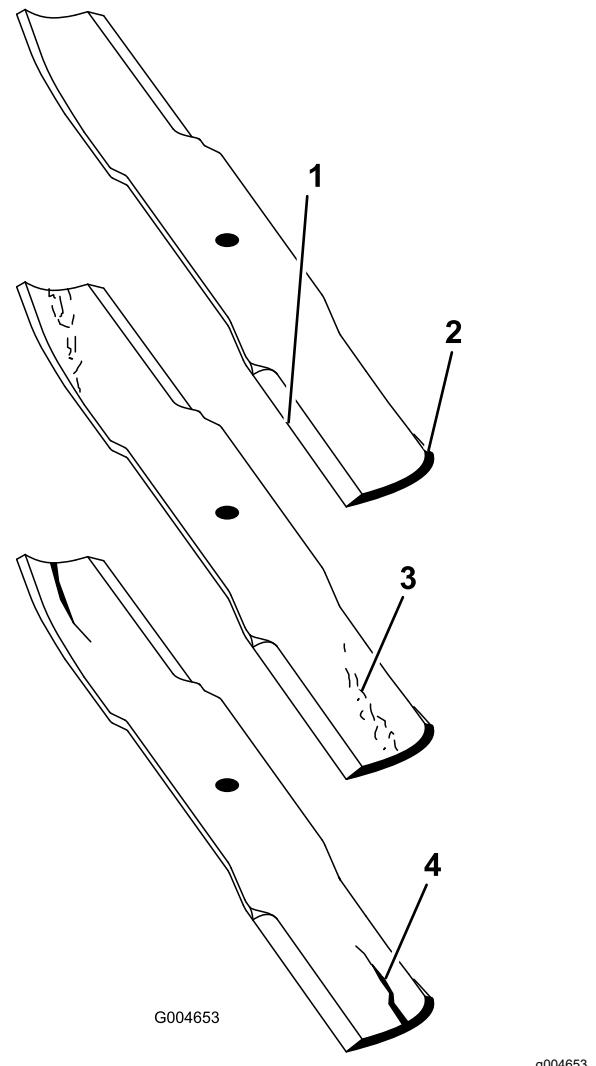

Figura 85
2. Verificate accuratamente i taglienti, con particolare attenzione ai punti d'incontro delle sezioni piatta e curva della lama (Figura 85).
**Nota:** Sabbia e materiali abrasivi possono consumare il metallo che connette le sezioni piatta e curva della lama, per cui si consiglia di controllare la lama prima di usare la macchina. Se notate tracce di usura, (Figura 85), sostituite la lama.